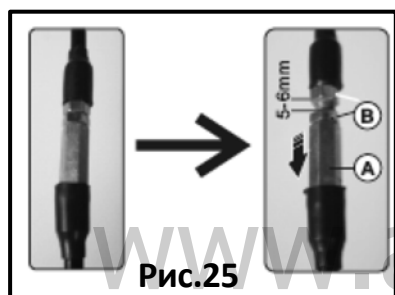

Рис.25
После использования в течение определенного периода времени, если обнаружено, что нижняя часть башмака (B) изношена; ослабьте контргайку M8 (B), отрегулируйте башмак (B) вверх и вниз, чтобы расстояние между нижней частью корпуса снегозаборника (C) и землей оставалось равным 3-6 мм, чтобы избежать ненормального износа нижней части корпуса снегозаборника (C) см. рис.25.
После 20 часов использования, если ремни привода шнека и колес проскальзывают, вы можете отрегулировать троса сцепления следующим образом: отрегулируйте винтовую втулку (A) на 5-6 мм. В то же время убедитесь, что регулировочная гайка (B) и регулировочная гайка (A) зафиксированы вместе см. рис.25.